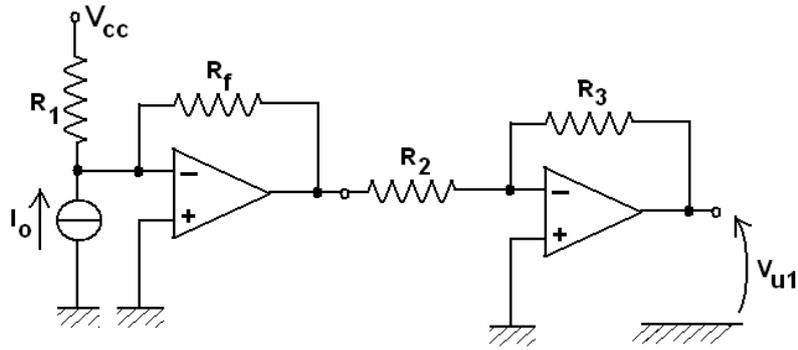

Figura 2
2. Supponiamo che i convertitori A/D accettino una tensione in ingresso variabile fra 0 e 10 V. Per il segnale offerto dal sensore di posizione occorre una conversione I/V dall'intervallo $4 \div 10$ mA all'intervallo $0 \div 10$ V. La caratteristica ingresso/uscita del circuito di condizionamento deve dunque essere $V_{ul} = \frac{10}{0.006}(I - 0.004) = 1667 \cdot I - 6.67$, misurando V_{ul} in [V] e I in [A]. Se si utilizza il circuito di Figura 2, si ricava il possibile dimensionamento: $R_f = 1667 \Omega$ (* 1800 Ω), $R_1 = 1249 \Omega$ (* 1200 Ω), scegliendo una $V_{cc} = -5$ V.